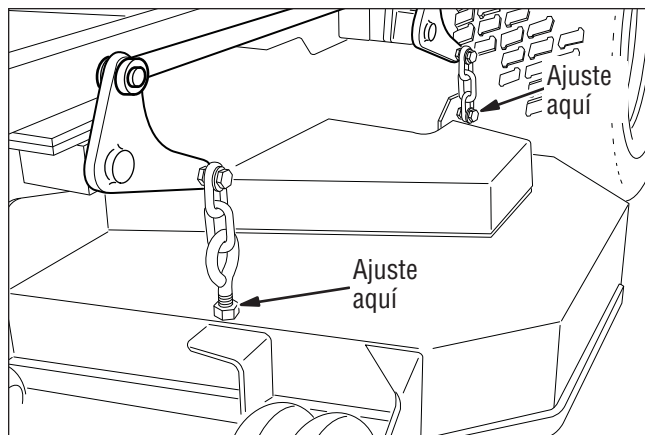

Figura 41. Ajuste de la cadena de soporte
4. Afloje las tuercas y permita que la parte frente de la cubierta descansa sobre los bloques de 2 x 4. Deslice las cadenas hacia abajo en las ranuras hasta que queden tirantes y apriete las tuercas. Vea la Figura 41.
5. Afloje las tuercas y permita que la parte trasera de la cubierta descansa sobre los bloques de 2 x 4. Deslice las cadenas hacia abajo en las ranuras hasta que queden tirantes y apriete las tuercas. Vea la Figura 41.